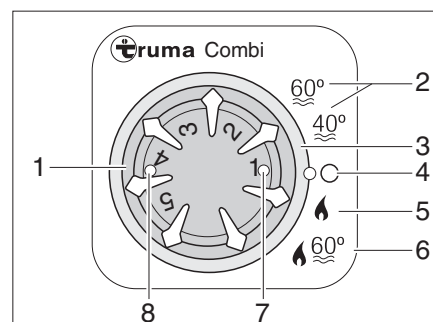

Bild 96 Bedieneinheit für Heizung/Boiler
*Betriebsart wählen:* ■ Betriebsart mit dem Drehschalter (Bild 96,3) einstellen.
**Winterbetrieb** Die Heizung wählt nach eingestellter Heizstufe selbstständig die benötigte Brennerstufe. Bei Betriebsart "Heizung und Boiler" (Bild 96,6) wird auch das Wasser im Boiler erhitzt. Die Heizung kann in der Betriebsart "Heizung ohne Boiler" (Bild 96,5) mit leerem Boiler betrieben werden.
- Temperatordrehknopf (Bild 96,1) an der Bedieneinheit auf gewünschte Heizstufe stellen.
- Drehschalter (Bild 96,3) auf Winterbetrieb "Heizung ohne Boiler" (Bild 96,5) oder auf Winterbetrieb "Heizung und Boiler" (Bild 96,6) stellen.
Grüne Kontroll-Leuchte (Bild 96,7) leuchtet.
- Drehschalter (Bild 96,3) auf "O" (Bild 96,4) stellen.
Die Kombination Gasbetrieb und 230-V-Elektrobetrieb verkürzt die Aufheizzeit (nur möglich, wenn die Heizung an der Bedieneinheit (Bild 96) auf Winterbetrieb gestellt ist).